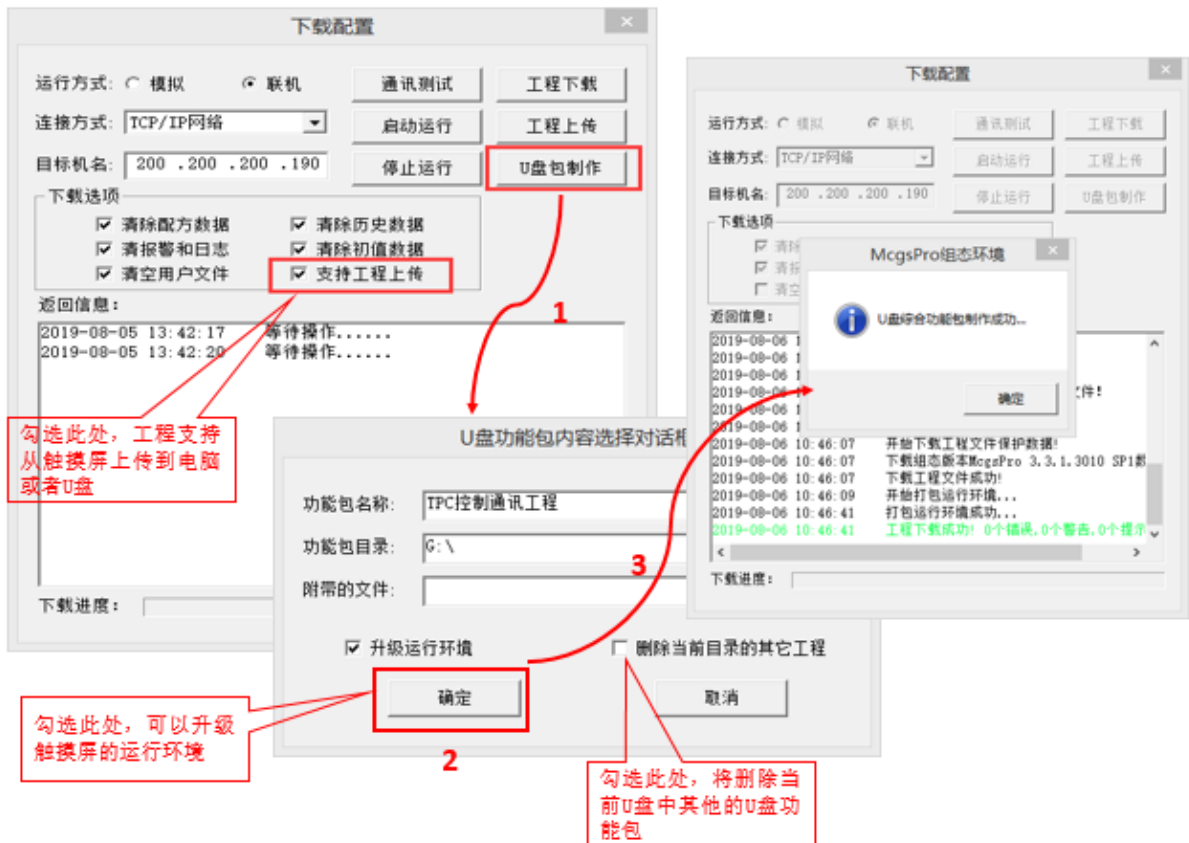

图 3.3.1
- 将 U 盘插到电脑上，电脑识别 U 盘之后。点击工具条中的下载按钮  (或按 F5)，打开“下载配置”窗口。点击“制作 U 盘综合功能包”。如图 3.3.1 所示。
- 在弹出的“U 盘功能包内容选择对话框”内容选择对话框中点击“确定”按钮，在下载配置框下方的返回信息中可以看到相关信息，U 盘功能包制作完成时会弹出如图 3.3.1 所示制作成功的提示窗口。
若在“下载配置”界面勾选了“支持工程上传”（见图 3.3.1），则可使用 U 盘、网线和 USB 线上传工程。